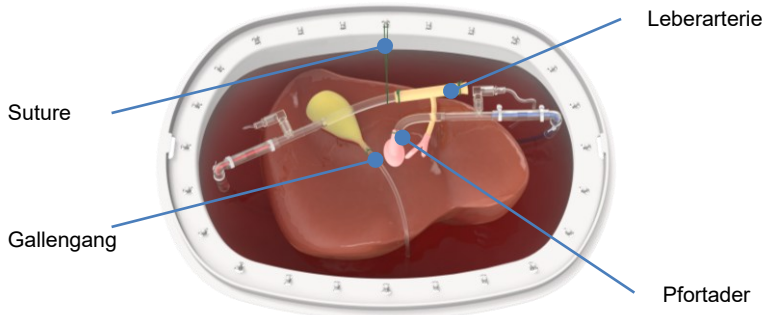

Abbildung 27 Kanülierung der Leberarterie und der Pfortader
- Zum Verbinden der Spenderleber mit dem Liver Assist-Perfusionsset [REF 11.401] ist die Kanülierung der Pfortader und der Leberarterie erforderlich (Abbildung 27).
- Es kann ein Faden am Rand des Behälters und an den Kanülen befestigt sein, der die korrekte Position der Kanülen und optimale Leistung sicherstellt, siehe Abbildung 27 .